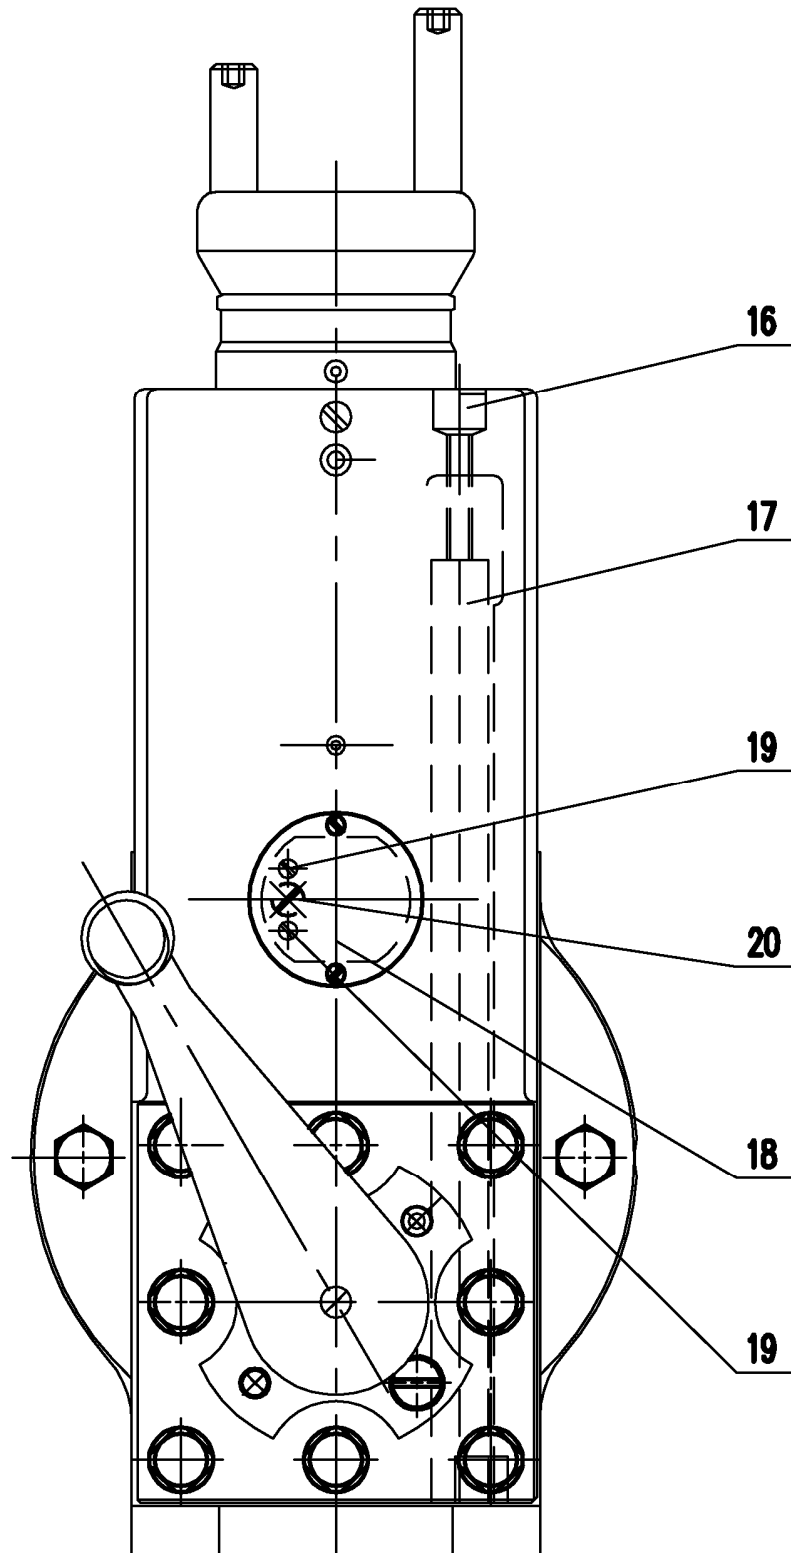

Рисунок 13: Верхние резцовые салазки
7.4.2. Верхние резцовые салазки (рис. 13)